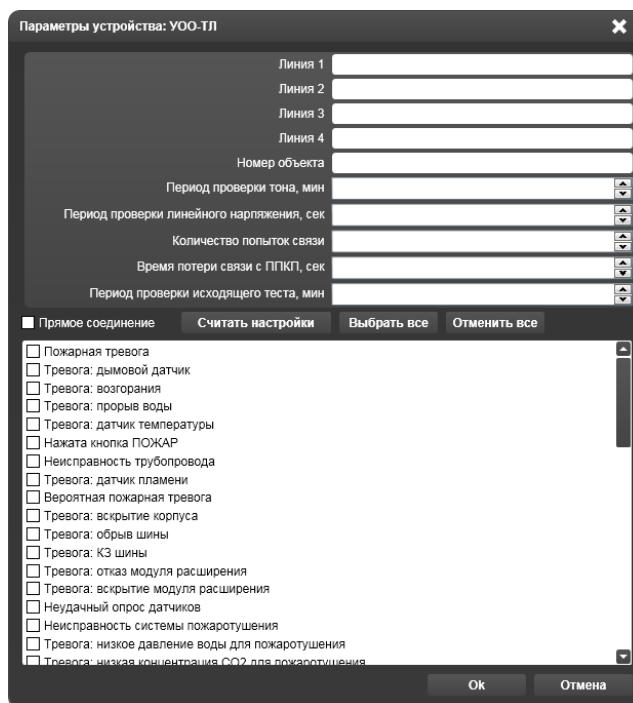

Рисунок 14.3.3 – Окно Параметры устройства: УОО-ТЛ
**Устройство оконечное объектовое (УОО-ТЛ)** подключается к устройству **Канал**. Если выделить УОО-ТЛ в списке и щелкнуть на кнопке **Редактировать** или выбрать функцию **Свойства** в контекстном меню, то откроется окно **Параметры устройства: УОО-ТЛ** (Рисунок 14.3.3).